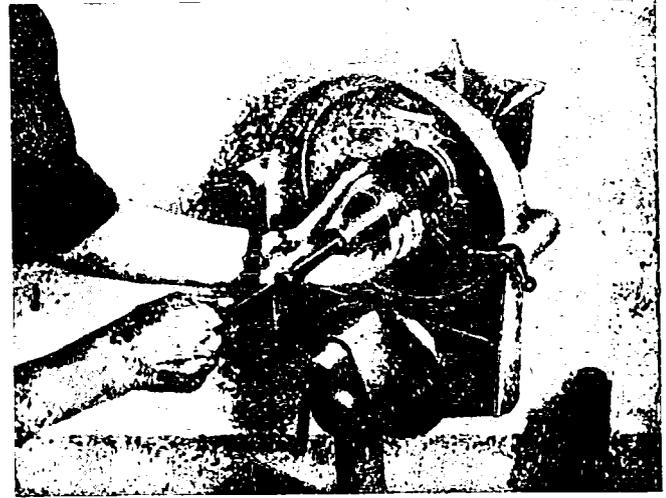

Abb. 5. Heraustreiben des vorderen Kugellagers
9. Mittels der gleichen Abziehvorrichtung wird bei abermaliger Verwendung der Blockierungsvorrichtung der Gleichlaufkupplungen das vordere Kugellager der Antriebswelle abgezogen (siehe Abb. 5); vorher muß jedoch der Sicherungsring entnommen werden, mit dem das Lager an der Antriebswelle gesichert ist.